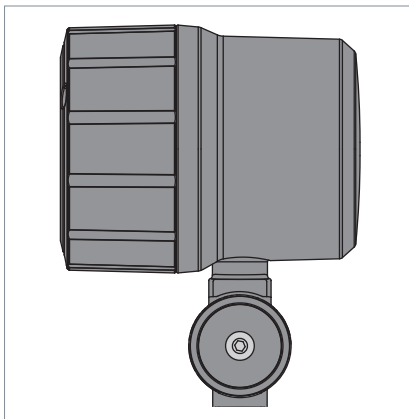

Fig. 4: Articulation et vis de l'articulation.
- ▶ Sur un luminaire avec tiges articulées : serrer chaque vis de l'articulation jusqu'à ce que le luminaire reste dans la position requise, voir Fig. 4.